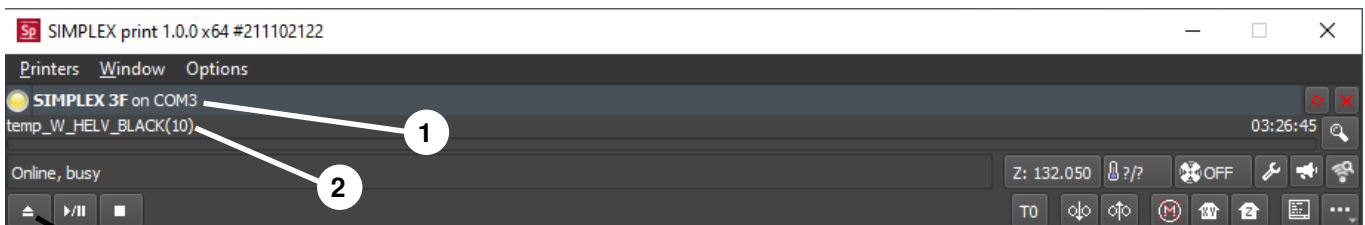

図 67
- ◆ ステータスバーにSIMPLEXが表示されます (1、図67)。
⇒ ロードボタン (3、図67) をクリックして、Gコードを選択し、ロードします。
- ◆ 対応するファイル名がステータスバーに表示されます (2、図67)